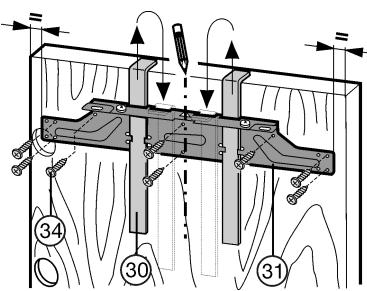

Fig. 20
- Befestigungs traverse Fig. 20 (31) mit den Montagehilfen Fig. 20 (30) auf die Innenseite der Möbeltür hängen.
- Befestigungs traverse Fig. 20 (31) mittig ausrichten: kurze Mittellinie auf Möbeltür anzeichnen und Pfeilspitze der Traverse darüberbringen.
- Befestigungs traverse Fig. 20 (31) mit mindestens 6 Schrauben Fig. 20 (34) festschrauben.
- Befestigungs traverse Fig. 20 (31) mit 4 Schrauben Fig. 20 (34) am Rand festschrauben.
- Montagehilfen Fig. 20 (30) nach oben herausziehen und in die danebenliegenden Ausnahmeöffnungen gedreht einschieben.